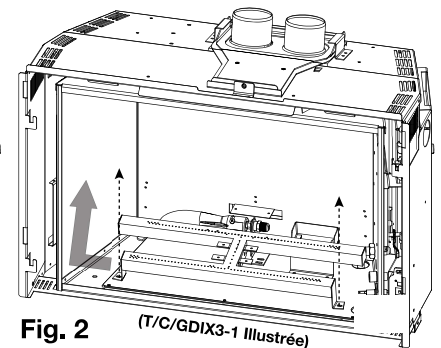

Fig. 2 (T/C/GDIX3-1 Illustrée)
- 3. Retirez les 2 vis servant à fixer le brûleur tubulaire. Le-glissez au côté gauche, puis la soulevez et retirez (Fig. 2).